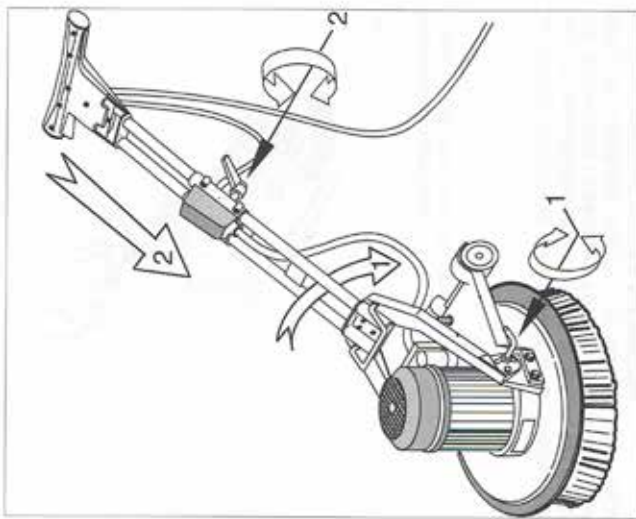

Abb. 11
**ACHTUNG: SOLLTE DIE MASCHINE AUF DIE OBEN BESCHRIEBENEN BEFEHLE NICHT REAGIEREN ODER SOLLTE SIE UNKONTROLLIERT WERDEN, IST ES RATSAM, DEN EINSCHALTHEBEL LOSZULASSEN. DIE VORSCHRIFTMÄSSIGE POSITIONIERUNG DER GABEL (WINKELSTELLUNG) PRÜFEN UND SICHERSTELLEN, DASS DIE GRIFFE 1 (s. Abb. 11) FEST ANGEZOGEN SIND DANN DIE ARBEIT BEI NIEDRIGER GESCHWINDIGKEIT WIEDER AUFNEHMEN.**